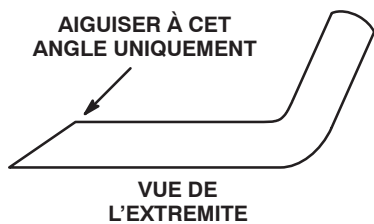

Figure 28
3. Examinez les tranchants de toutes les lames et aiguisiez-les s'ils sont émoussés ou ébréchés. N'aiguisiez que le haut du tranchant et conservez l'angle de coupe d'origine pour obtenir une coupe nette (Fig. 28). Limez la même quantité de métal sur chacun des deux tranchants pour ne pas déséquilibrer la lame.